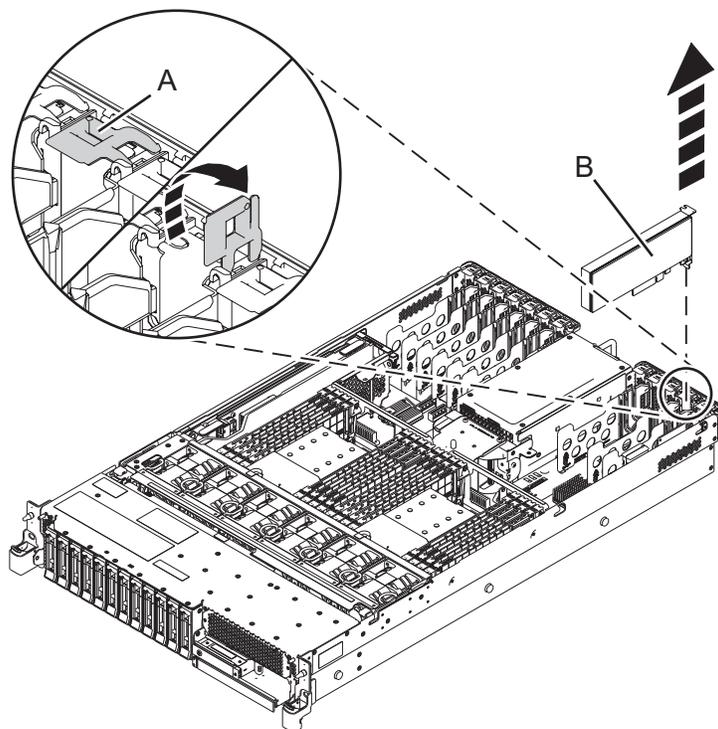

Figure 20. Retrait d'une carte PCIe d'un système 5148-21L, 5148-22L, 8247-21L, 8247-22L, 8284-21A ou 8284-22A
2. Pour placer le loquet de la carte (**A**) sur l'emplacement cible en position ouverte, faites pivoter le loquet (**A**) situé à l'arrière du système, dans le sens illustré dans la figure 20.
3. Saisissez avec précaution le bord supérieur ou la contre-poupée de la carte (**B**) et retirez celle-ci de son emplacement, comme illustré dans la figure 20.